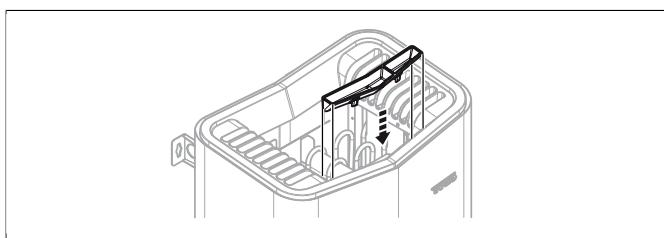

Рисунок 9: Установка подставка для флаconа с ароматизатором/увлажнителя воздуха
8. Установите чашу для трав/увлажнитель воздуха (см. **Рисунок 9**, страница 4).